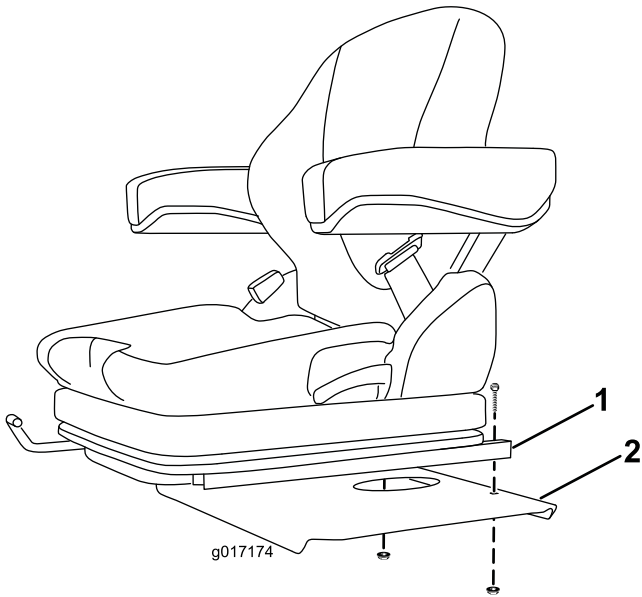

Figura 8
1. Monte a traseira de cada adaptador na placa do banco com um parafuso e porca flangeada (Figura 8).